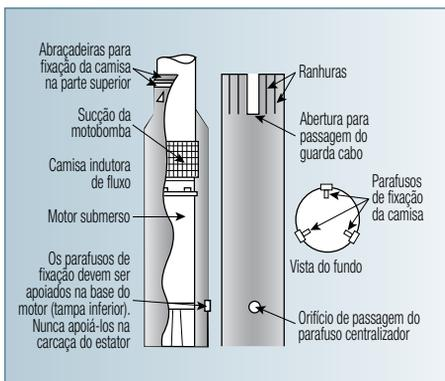

Figura 13: Detalhe da Camisa Indutora de Fluxo
- Se o fluxo for menor do que o especificado, então deve-se usar uma camisa indutora de fluxo. O uso da camisa indutora de fluxo é indispensável nas motobombas instaladas em lagos, tanques, cisternas ou qualquer outro reservatório aberto. A Figura 13 mostra uma típica construção de camisa indutora de fluxo.